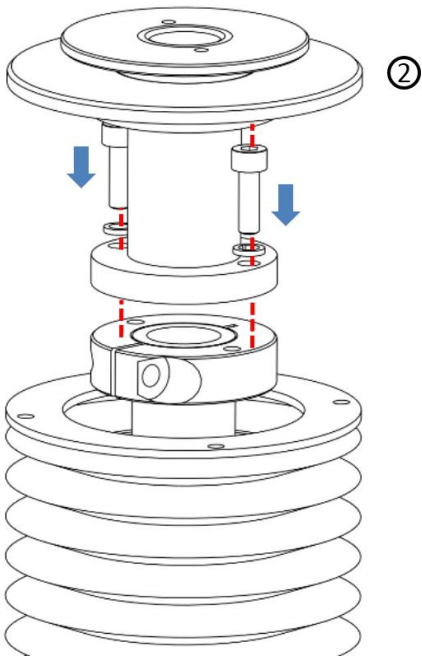

图 4-17 安装上安装板
- ① 安装管箍和防护罩，将管箍完全套在防护罩底端后拧紧管箍的紧固螺钉。
- ② 使用 5 mm 内六角扳手安装防护罩延长杆组件，如图 4-17 所示。